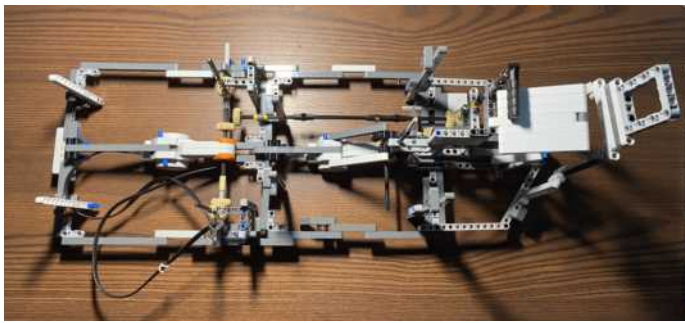

Abbildung 1. LEGO-Konstruktion der Sortiermaschine
2) *Mechanik:* Im zweiten Schritt wurde die Mechanik der LEGO-Sortiermaschine konstruiert. Diese basiert im Großen und Ganzen auf einer Übertragung des Drehmoments der Motoren mittels Achsen und Zahnrädern. Die Motoren sind zentral angeordnet, um einen möglichst großen Einsatzbereich zu gewährleisten. Dies ist gut in der Abbildung 1 nachvollziehbar. Der in der Abbildung 1 linke Motor steuert dabei die erste und dritte Ebene der Türen und der rechte Motor die zweite Ebene. Da der linke Motor insgesamt drei Türen steuert, konnte auf einen dritten oder vierten Motor verzichtet werden. Hier musste vor allem darauf geachtet werden, dass jedes Zahnrad genau in das andere übergreift. Es darf hier keine (oder nur sehr geringe) Fehler geben, da die Rückdrehung der Türen sonst nicht wieder in ihren Ausgangszustand geht. In diesem Fall wären mehrfache Durchläufe nicht möglich.